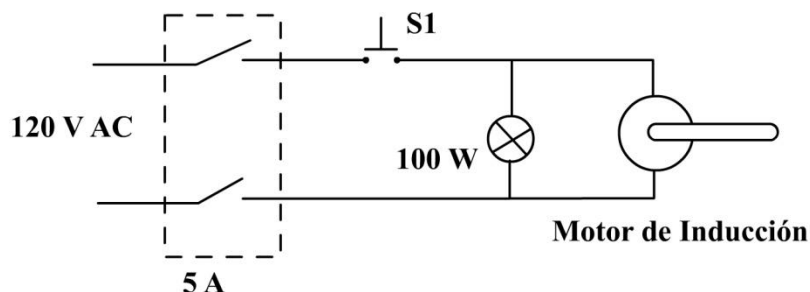

Figura 4.1
2. Instale circuito de la figura 4.1 y tome nota de lo sucedido. Responda en el informe